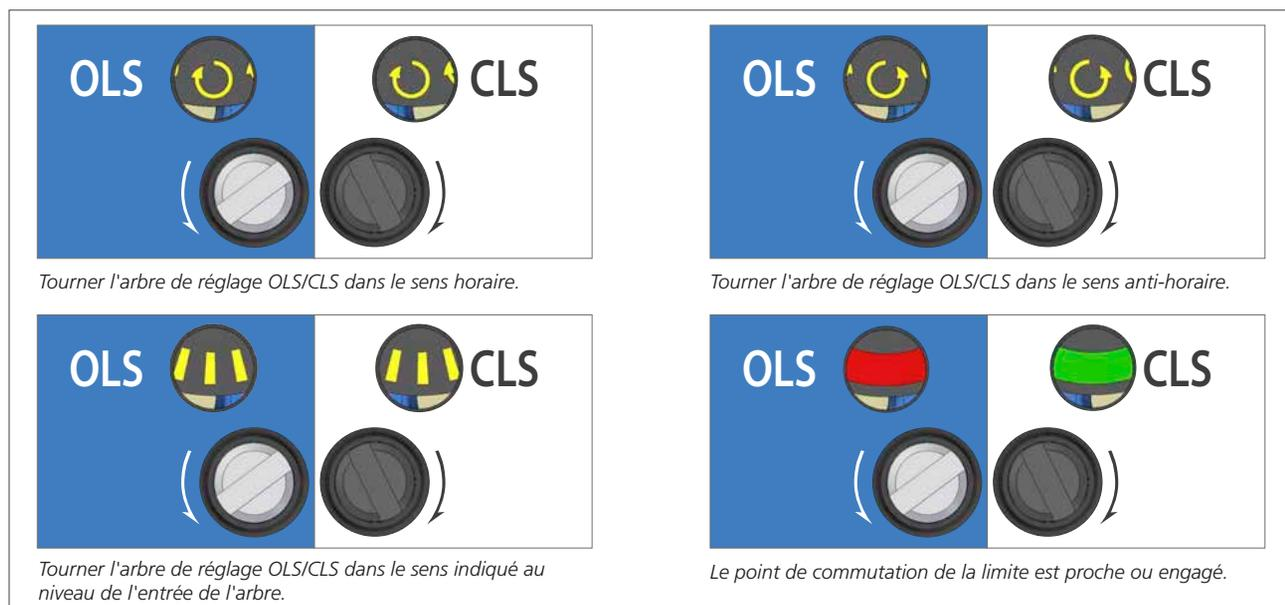

Figure 1.
- 3) La vis de réglage CLS doit maintenant être tournée pour engager le contact de la butée de fermeture dans le mécanisme de commutation. La fenêtre de l'indicateur CLS affichera un des quatre symboles possibles. Voir la figure 1 à la page 22.
- 10) La vis de réglage OLS doit maintenant être tournée pour engager le contact du fin de course d'ouverture dans mécanisme de commutation. La fenêtre de l'indicateur CLS affichera des quatre symboles possibles. Voir la figure 1 ci-dessous pour l'entrée directionnelle.